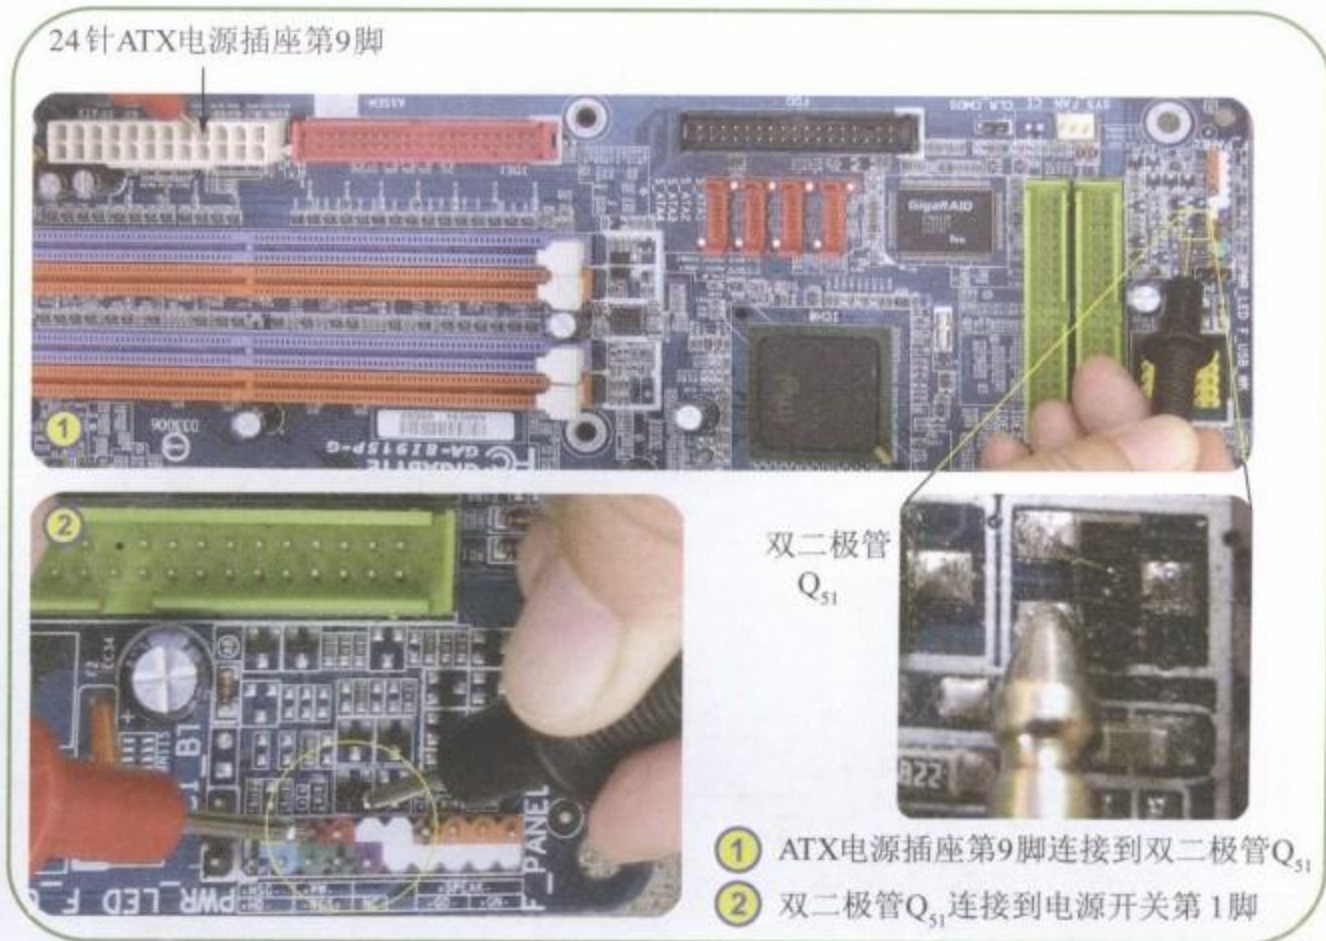

图7-22 测量从ATX电源插座第9脚经双二极管到电源开关第1脚的线路
Step 03 测量ATX电源插座第9脚经双二极管到电源开关第1脚的线路，如图7-22所示。